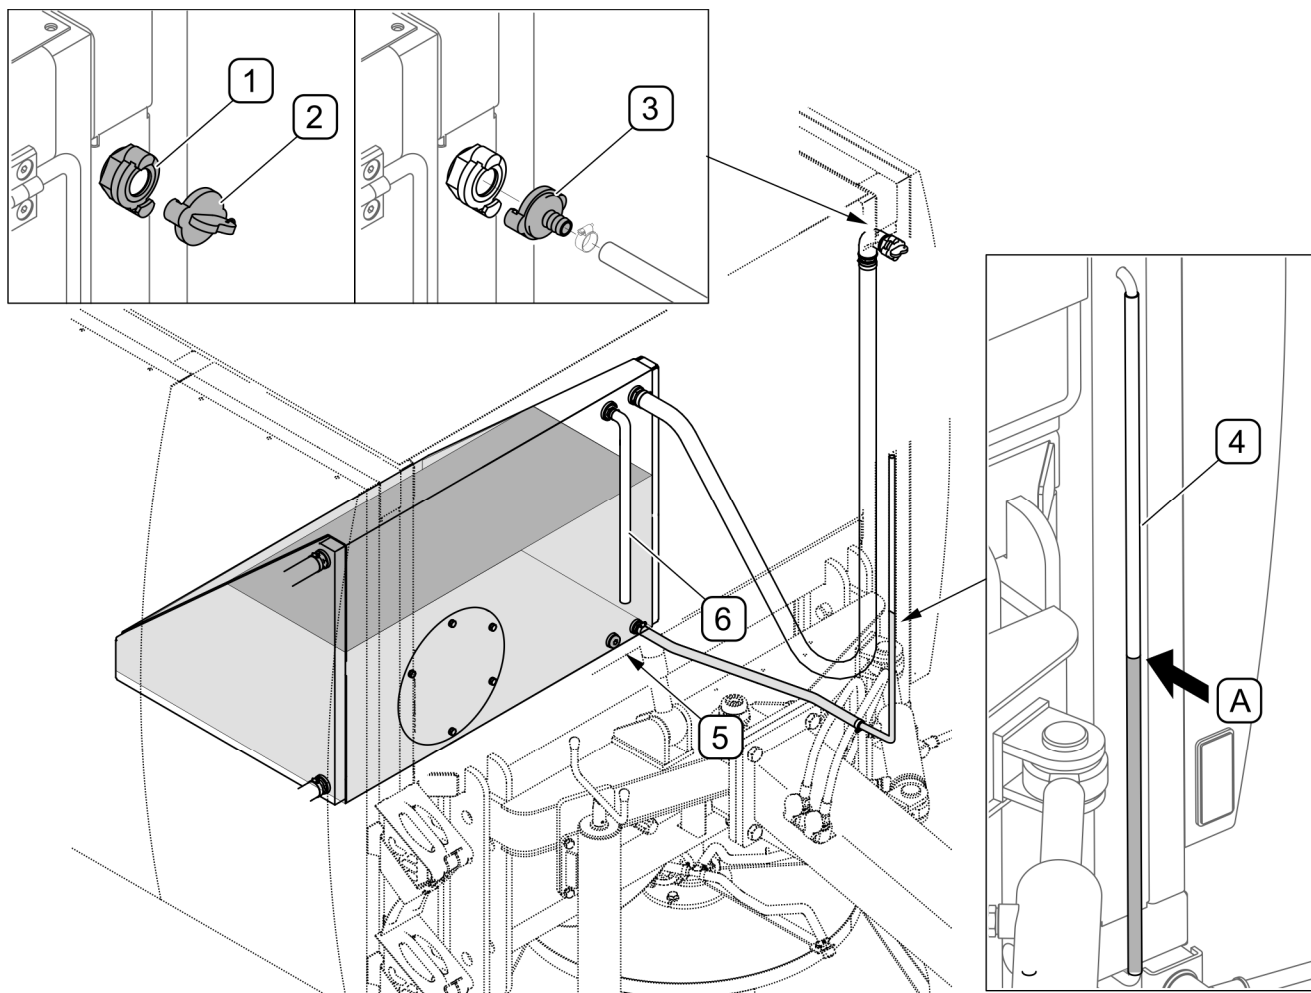

РИСУНОК 4.7 Бак системи зрошення
Бак для води системи зрошення місткістю 240 літрів оснащений індикатором рівня води (4), розташованим на передній лівій стійці рами (РИСУНОК 4.7). Бак наповнюється через заливний отвір (1), захищений корком (2), розташованим у верхній частині лівої стійки рами. Наповнення можна виконувати безпосередньо з водопровідної мережі за